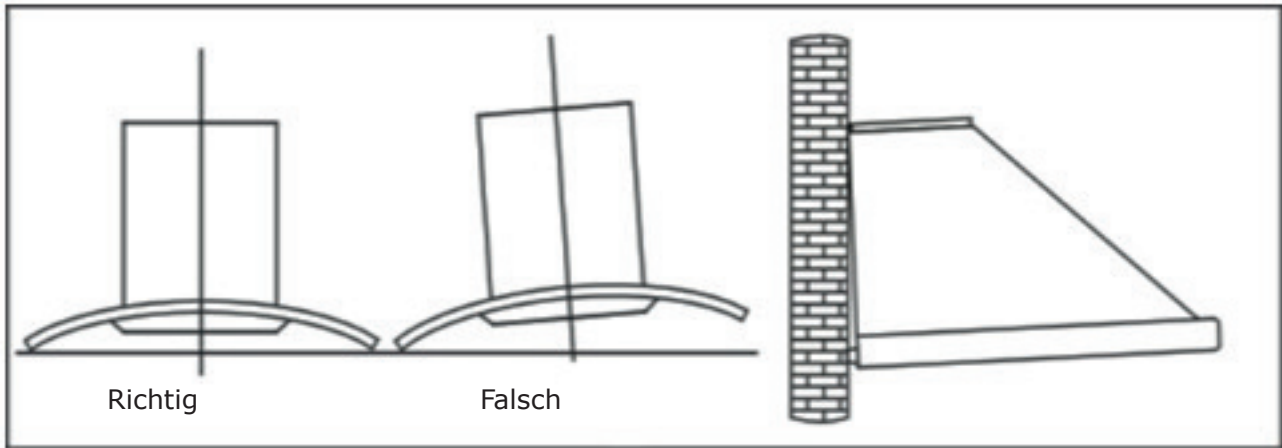

**Bild 7**
- 1.5 Stellen Sie die richtige Höhe der inneren Kaminverblendung ein so, dass die Klammern übereinstimmen und fixieren Sie diese. Danach können Sie die Haube mit den Sicherheitsschrauben fixieren(siehe Bild 7).